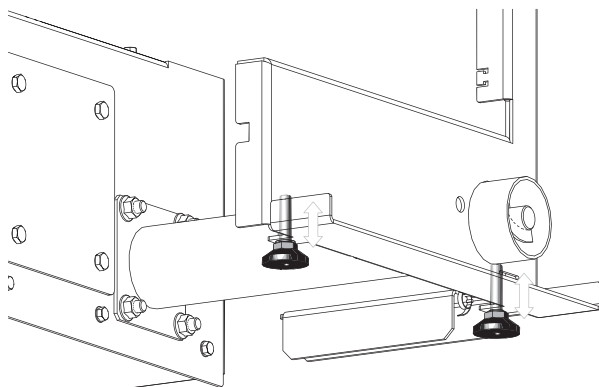

Fig. 121
- ▶ Regolare le viti di regolazione – Fig. 121.